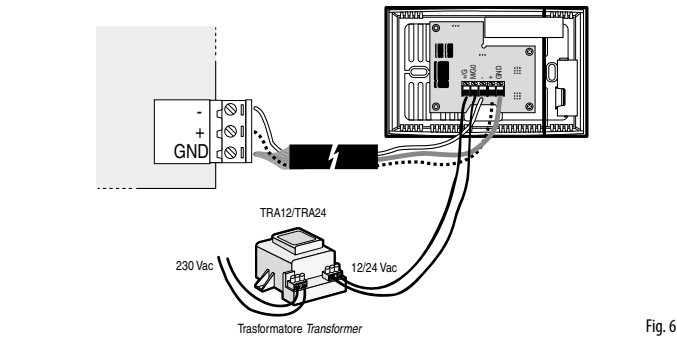

Fig. 6
The 8 dipswitches (DP1, 8) can be set to select the serial signal transmission mode and the address of the peripheral, as shown in fig. 6:
Fig. 6 shows the diagrams for the connections with direct or optically-isolated serial output. Figure 4 shows a typical wiring connection diagram with a CAREL pCO family controller.
- requires multiple serial probes, a transformer must be used for each probe. Doing this, the max connection distance is 100 m (Fig. 6) between the probes and 500 m in total.
La fig. 6 reprend les schémas de branchement pour les connexions avec sortie série directe ou bien optoisolée. La figure 4 reprend un schéma électrique typique de branchement avec un contrôle de la famille pCO CAREL.
• pour réduire les interférences d'alimentation (avec versions NON optoisolées), vous pouvez utiliser une alimentation supplémentaire par transformateur externe (voir ex. fig. 7 avec code transformateur TRA12VDE00 ou TRA2400001). Le transformateur ne doit pas être connecté à la terre et peut être installé à l'intérieur du tableau du régulateur, en éliminant ainsi les interférences d'alimentation. Dans le cas où l'application requiert plusieurs sondes série, il faut prévoir un transformateur pour chaque sonde. de cette façon, la distance max. de branchement peut être de 100m (fig. 6) entre sondes et de 500m au total.
• pour installations uniquement avec versions Optoisolées et un nombre élevé de sondes (> 5 unités) nous conseillons de prévoir un seul transformateur depuis le tableau électrique d'une puissance suffisante pour alimenter toutes les sondes présentes. De cette façon le secondaire (G-GO) peut prévoir la connexion à la terre (GO).
In Fig. 6 sind die Anschlusspläne mit direktem oder optoisoliertem seriellen Ausgang enthalten. Fig. 4 gibt einen Schaltplan mit pCO-Steuerung von CAREL an.
• Zur Reduzierung von Versorgungsstörungen (bei NICHT optoisolierten Versionen) kann eine zusätzliche Versorgung über einen externen Transformator verwendet werden (siehe Fig. 7 Transformatorcode TRA12VDE00 oder TRA2400001). Der Transformator darf nicht geerdet werden; er kann in der Schalttafel der Steuerung positioniert werden, um Versorgungsstörungen zu beseitigen. Sollte die Anwendung mehrere serielle Fühler erfordern, ist ein Transformator für jeden Fühler vorzusehen. Dabei kann der maximale Anschlussabstand 100 m (Fig. 6) zwischen den Fühlern und 500 m insgesamt betragen.
• Für optoisolierte Versionen mit zahlreichen Fühlern (> 5 Fühler) empfiehlt sich für die Versorgung aller vorhandenen Fühler ein einziger Transformator über die leistungsstromversorgung. In diesem Fall kann die Sekundärwicklung (G-GO) eine Erdung vorsehen (GO).